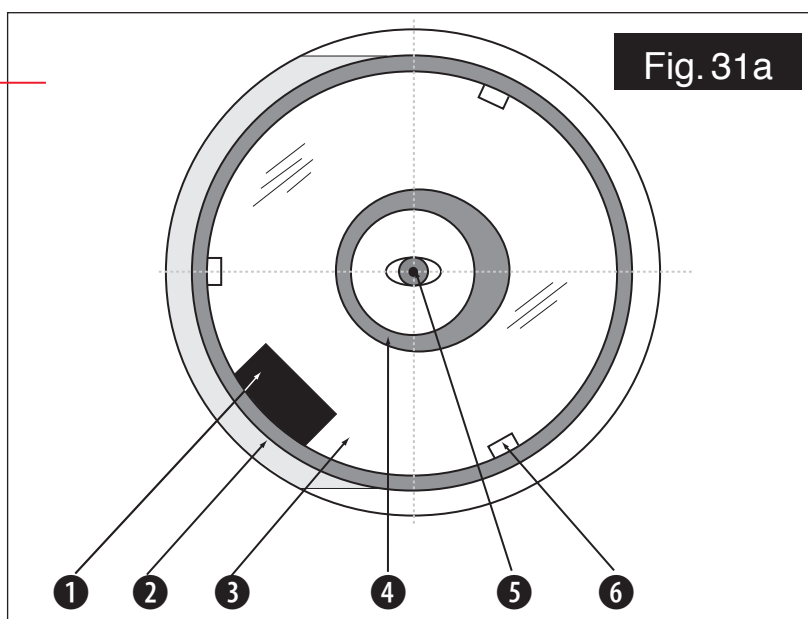
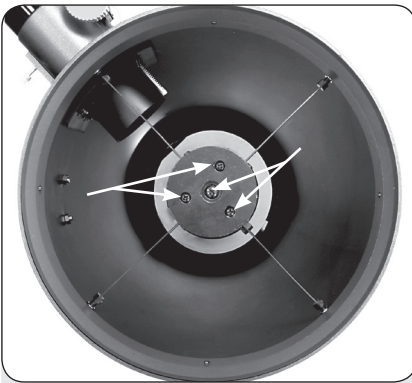

Fig. 31a: un télescope Schmidt-Newton bien collimaté, tel que l'on peut le voir à travers le porte oculaire, sans oculaire.
Fig. 31b: les 4 vis de collimation du support du miroir secondaire
1. Observez à travers le porte oculaire et orientez vous de manière à ce que le miroir primaire du télescope soit à votre droite et la lame de fermeture placée à l'avant du télescope à votre gauche. Le miroir secondaire apparaît alors centré (2, Fig. 31a). Si le miroir secondaire est décentré, réglez les 4 vis de collimation de son support de manière à le centrer.
2. Si la réflexion du miroir primaire (3, Fig. 31a) n'est pas centrée dans le miroir secondaire, réglez les 4 vis de collimation situées sur le support du miroir secondaire pour centrer la réflexion. Comme décrit ci-dessus, les 4 vis de collimation (Fig. 31b) sur le support plastique du miroir secondaire servent à deux réglages différents durant la procédure.